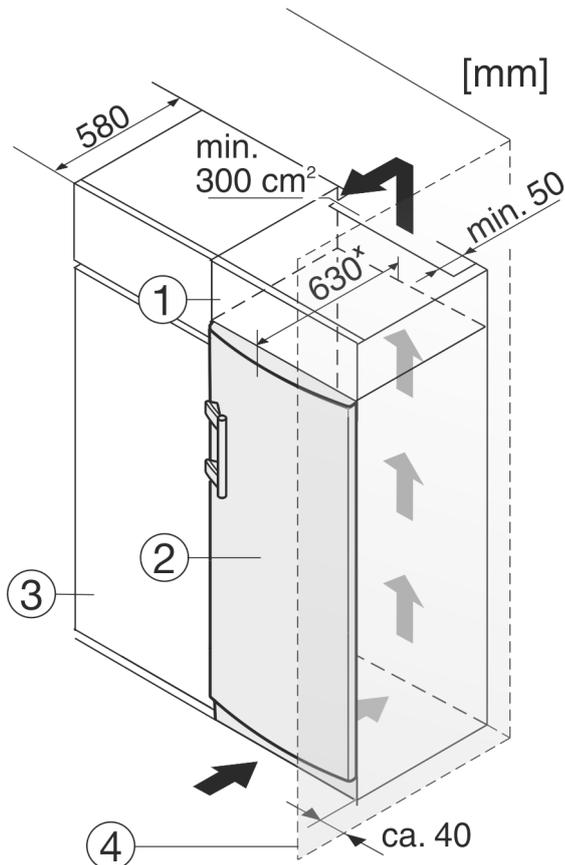

Fig. 10
- (1) Mobile da appoggio (3) Mobile da cucina
(2) Apparecchio (4) Parete
L'apparecchio può essere incassato in mobili da cucina. Per adattare l'apparecchio Fig. 10 (2) all'altezza della cucina componibile, è possibile applicare sopra l'apparecchio un mobile da appoggio Fig. 10 (1).
Per il montaggio tra due mobili da cucina (profondità max 580 mm) è possibile posizionare l'apparecchiatura direttamente accanto al mobile da cucina Fig. 10 (3). L'apparecchiatura sporge rispetto al frontale del mobile da cucina di 34 mm * ai lati e di 50 mm * al centro dell'apparecchiatura.
Se si installa l'apparecchiatura con le cerniere accanto a una parete Fig. 10 (4), la distanza tra l'apparecchiatura e la parete deve essere di almeno 40 mm, che corrisponde alla sporgenza della maniglia a porta aperta.